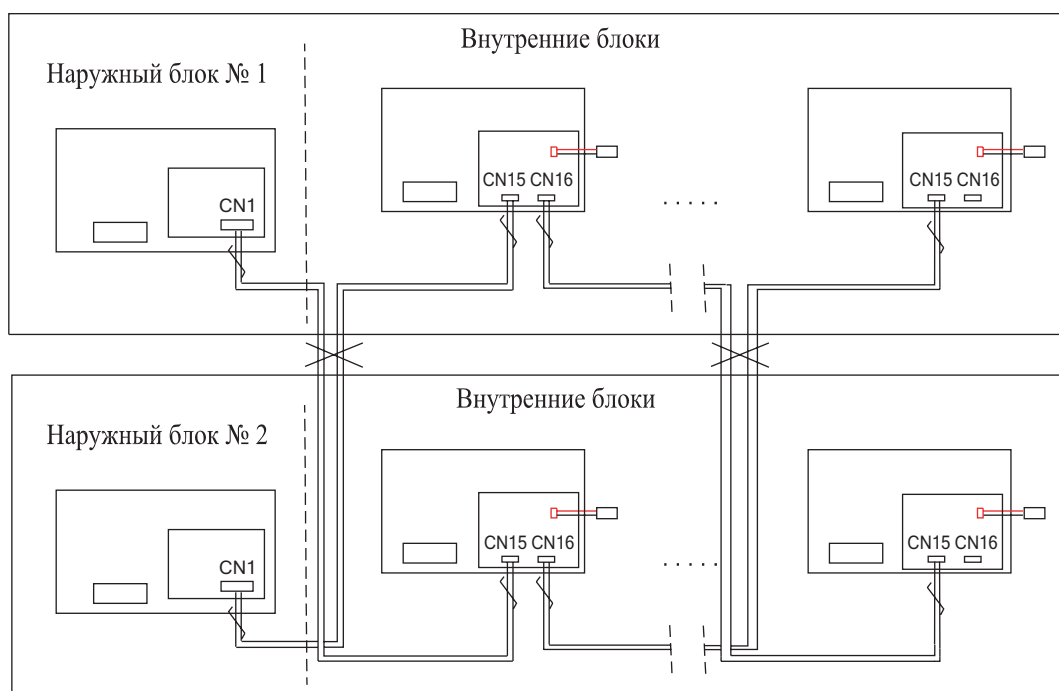

Рис. 7.2
7.2.3 При прокладке кабеля управления не допускается перекрестная его прокладка (рис. 7.2).